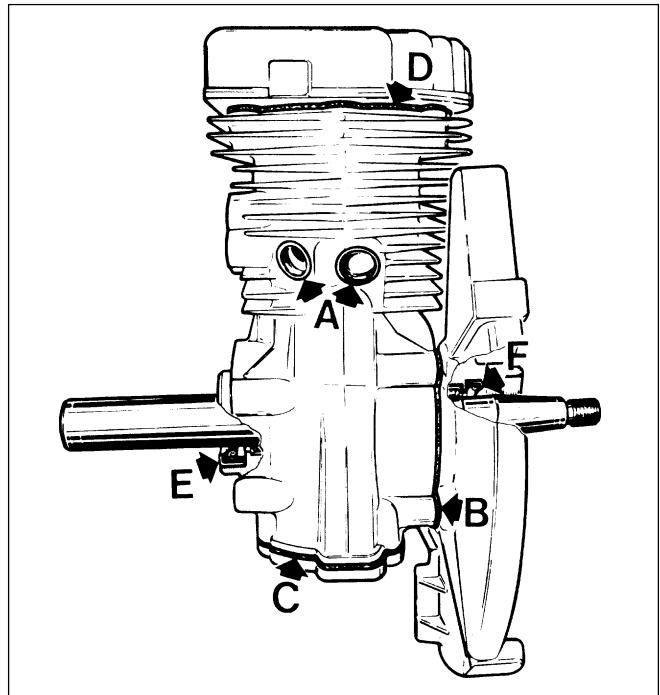

Fig. 4
La Fig. 4 indique les points où sont montés les joints plats ainsi que les joints SPY qui doivent toujours être contrôlés pour assurer un bon fonctionnement du moteur. Sur les moteurs 2-temps toutes les étanchéités, sont très importantes pour un bon fonctionnement.
**NOTA** - Sur le bloc moteur, il est important de vérifier si les 4 bouchons de fermeture des lumières ont une tenue parfaite (A sur la Fig. 4).
Les joints des points B-C-D (voir Fig. 4) doivent être montés sans aucun produit adhésif. On peut utiliser de la graisse chaque fois que le moteur est démonté. Remplacer ces joints.
Contrôler visuellement les deux joints SPY du vilebrequin (voir E et F sur la Fig. 4) et les remplacer s'il y a des traces d'huile sur le côté externe.